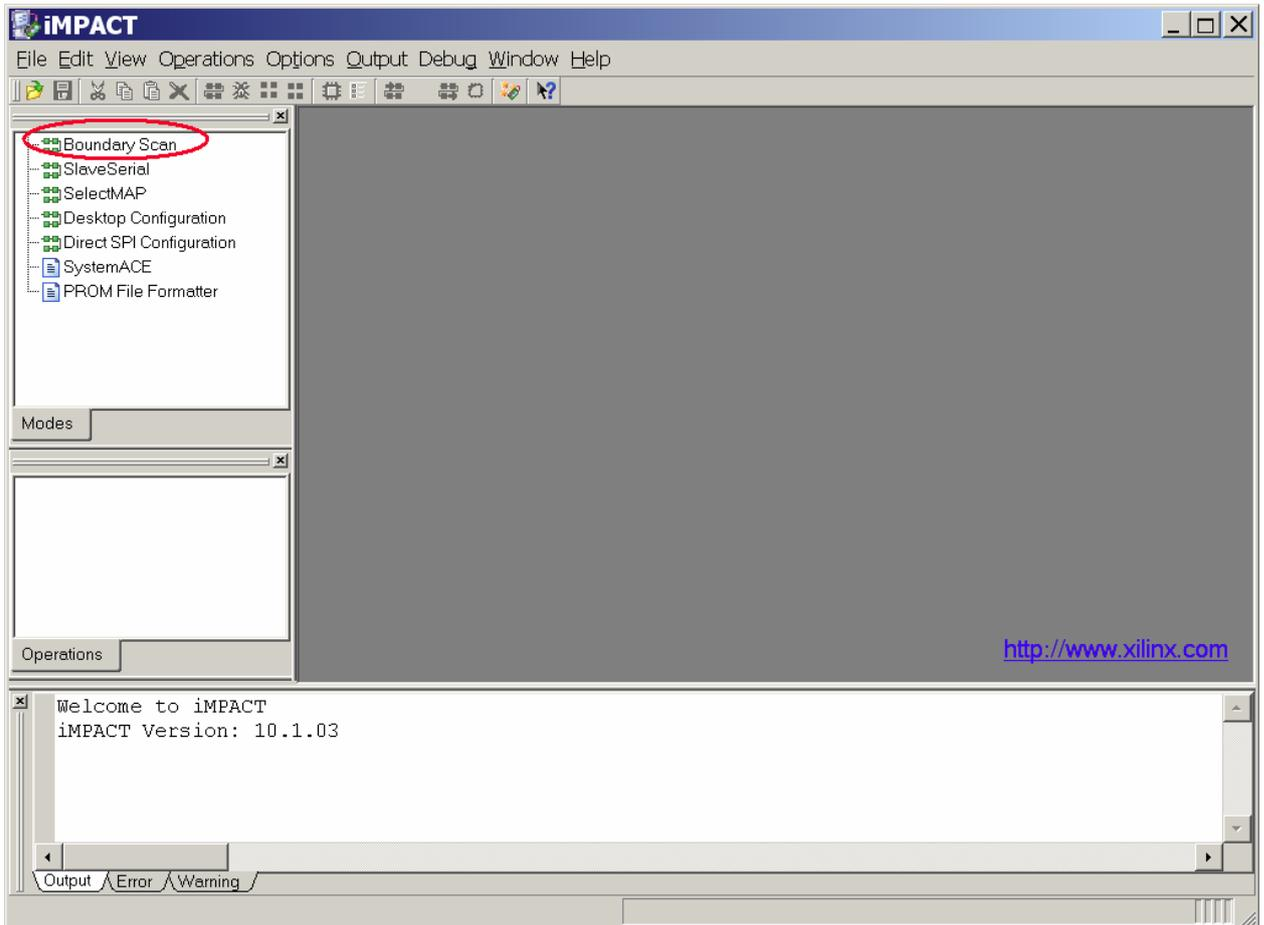
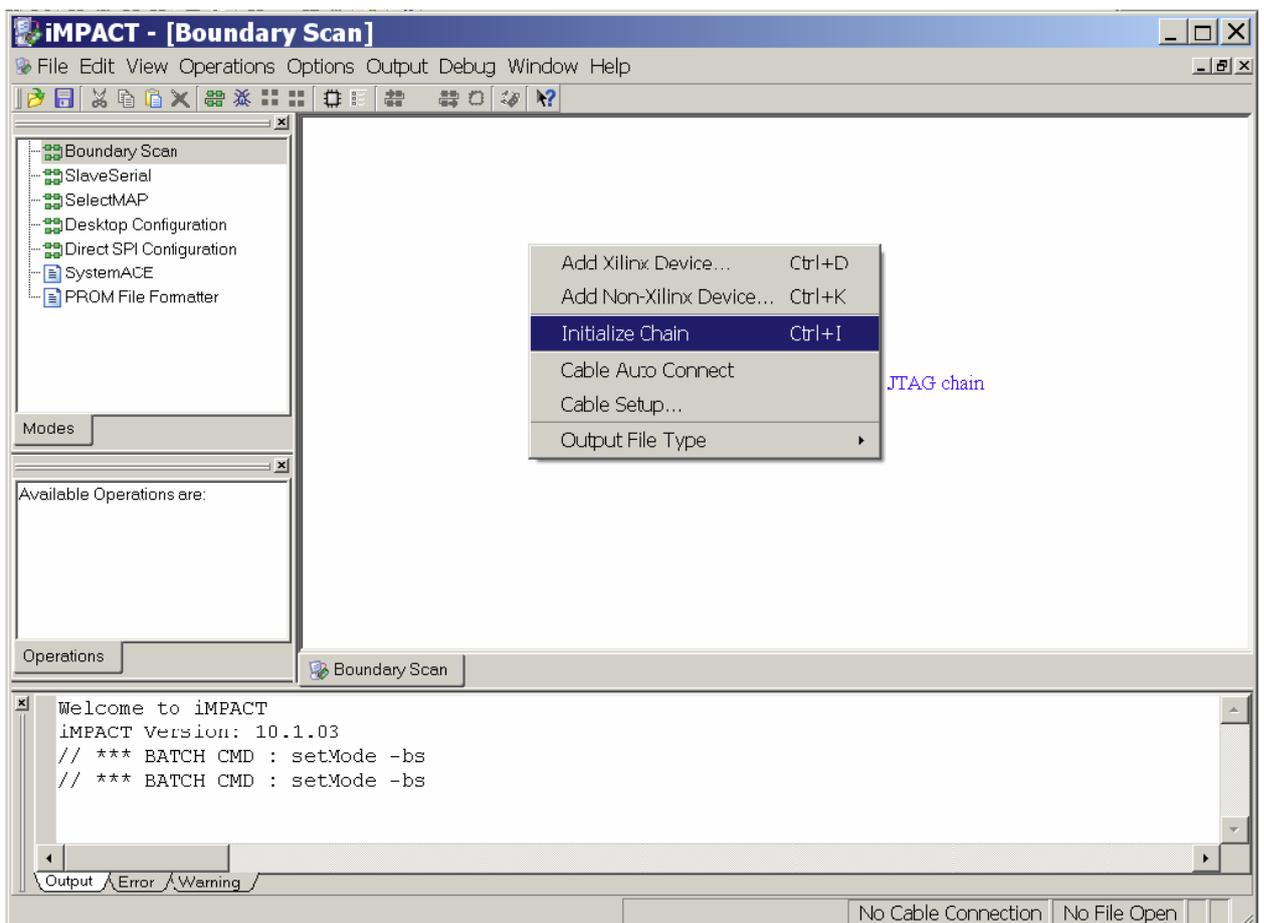

Рисунок 2
Рисунок 3
3.1.4 Во вкладке «Modes», находящейся в верхней левой части окна, дважды щелкнуть «мышью» по пункту «Boundary Scan» (Рисунок. 2). Откроется пустое окно «Boundary Scan» (имя окна находится на закладке под окном). Щелкнуть правой клавишей «мыши» внутри этого окна, и, в появившемся выпадающем меню, выбрать «Initialize Chain» (Рисунок 3).